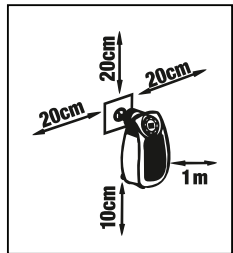

Fig. 2
- Les distances minimales de 20 cm sur les côtés, 20 cm vers le haut, 10 cm vers le bas et 1 m vers l'avant, par rapport à l'appareil, doivent être respectées (voir fig. 2).